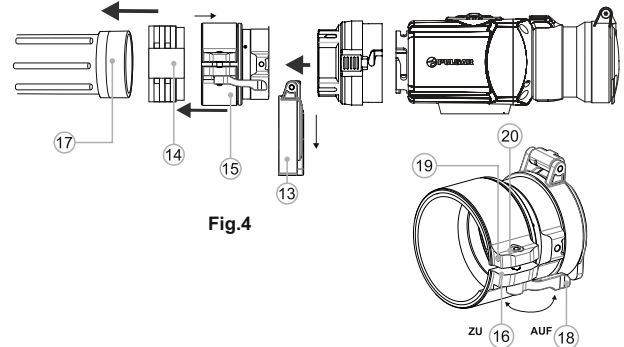

Fig.4
- Den Deckel (13) entgegen dem Uhrzeigersinn drehend abnehmen.
- Setzen Sie den Übergangsrings (14) in den Adapter (15) bis zum Anschlag ein (s. Abb.4)
- Bringen Sie den Adapter mit dem eingesetzten Übergangsrings an das Objektiv (17) des Tageslichtgeräts an (Abb.4).
- Bringen Sie den Hebel (18) von der Position "AUF" in die Position „ZU“ (Abb.4).
- Lockern Sie die Halteschraube (19) mithilfe des Sechskantenschlüssels (S= 2 mm).
- Ziehen Sie die Schraube (20) mit dem Sechskantenschlüssel (S= 4mm) an, mit einer Klemmkraft, die den Adapter fest auf dem Objektiv sitzen lässt.
- Ziehen Sie die Halteschraube an (19).